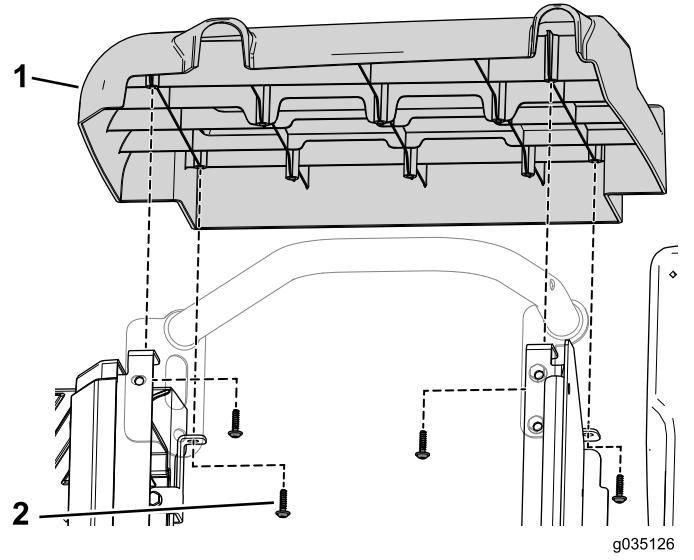

图95
5. 使用 8 个自攻螺丝  $3/32 \times 7/8$  英寸将左、右侧面板从该套件固定到前座椅底座上 图95。